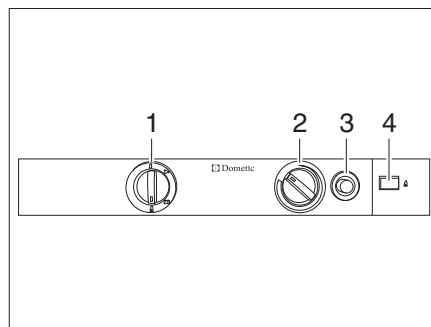

Bild 324 Bedienelemente für den Kühlschrank (Dometic 8er-Reihe)
- Energie-Wahlschalter (Bild 324,1) auf "🔥" stellen.
- Drehregler (Bild 324,2) drücken, auf höchste Stufe drehen und gedrückt halten. Warten, bis Gas zum Brenner strömt.
- Gaszündknopf (Bild 324,3) drücken und gedrückt halten. Die Zündung erfolgt automatisch.
- Gaszündknopf (Bild 324,3) gedrückt halten, bis der Flammenanzeiger (Bild 324,4) grün wird, dann loslassen.
- Drehregler (Bild 324,2) noch 10 bis 15 Sekunden gedrückt halten, dann loslassen.
- Energie-Wahlschalter (Bild 324,1) auf "⏻" stellen.
- Kühltemperatur mit dem Drehregler (Bild 324,3) einstellen.